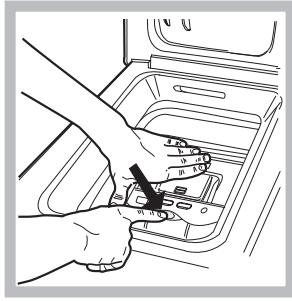

Fig. 2
B) Deschiderea coșului, folosind ambele mâini (Fig. 2):
- apăsați tasta indicată cu săgeată (fig. 2) și, exercitând o ușoară presiune în jos, apropiăți cealaltă mână: acest lucru este necesar pentru a evita lovirea accidentală provocată de deschiderea bruscă a ușilor;